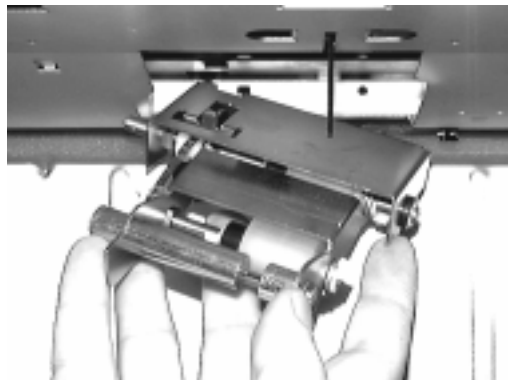

Abbildung 4-62 Entfernen der oberen Walzeneinheit
8. Ziehen Sie von der Seite der HLZ-Einheit aus die Walzeneinheit heraus (siehe Abbildung 4-62). Ziehen Sie die Walzeneinheit ein wenig nach rechts, bevor Sie sie herausnehmen.